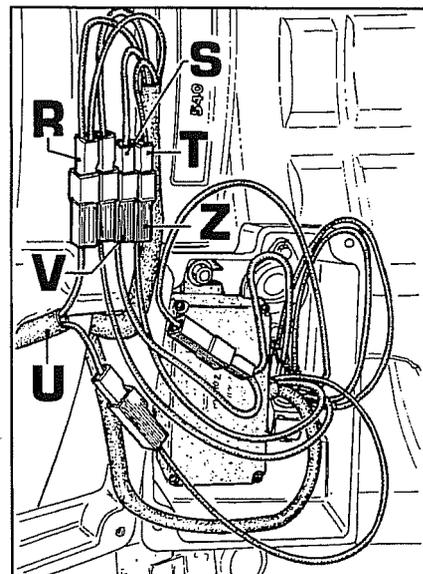

Abb. 48
5. Um diese Ausschaltung vorzunehmen, ist das Gehäuse der Rheostaten zu entfernen, das sich auf dem rechten Kotflügel befindet, um es dann auf den Kopf zu stellen, wie in der Abb. 48 gezeigt.
8. Die Kabel des Kabelstrangs der Maschine **R-S-T** (Abb. 48) an den Schalter Heben/Senken anschließen, wobei die folgende Paarung zu beachten ist: